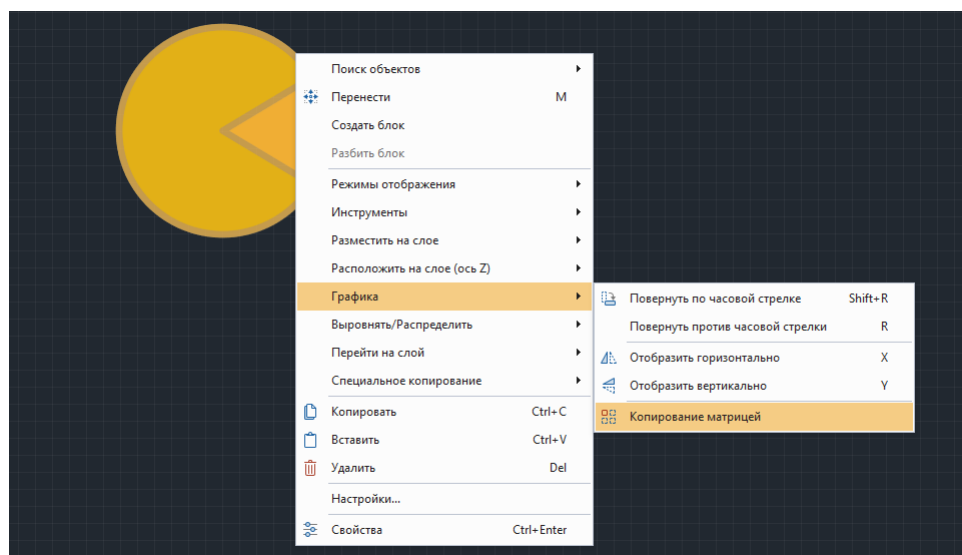

Рис. 227 Вызов инструмента «Копирование матрицей» из контекстного меню
2. Вызовите контекстное меню и выберите пункты «Графика» → «Копирование матрицей», см. Рис. 227.